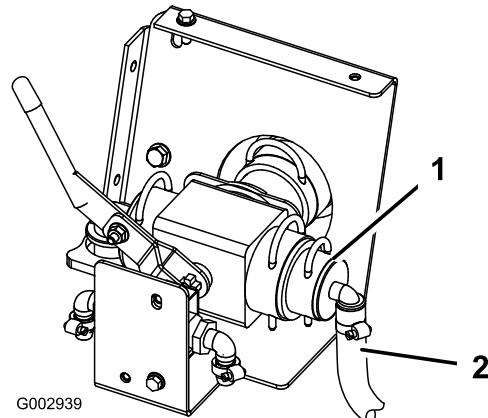

Figura 33
21. Collegate il gruppo flessibile da 3/4 poll. al gruppo valvola di comando rivolto verso la parte anteriore del veicolo (Figura 33).